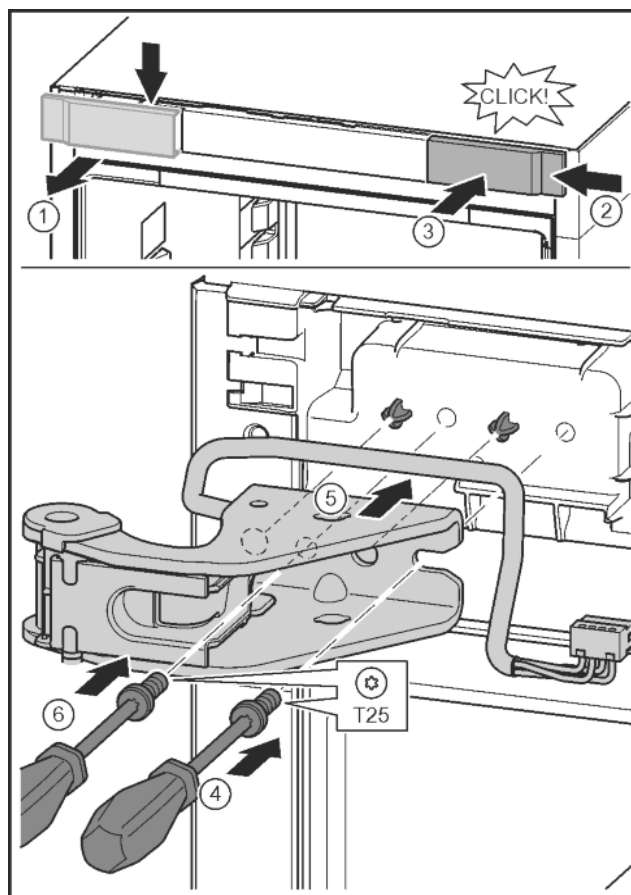

Fig. 27
- ▶ Отпустить крышку и снять скобу. Fig. 27 (1)
- ▶ Навесить крышку, повернув ее на 180°, справа с другой стороны. Fig. 27 (2)
- ▶ Крышку зафиксировать. Fig. 27 (3)
- ▶ Установить винт отверткой T25. Fig. 27 (4)
- ▶ Установить верхний опорный кронштейн. Fig. 27 (5)
- ▶ Затянуть винт. Fig. 27 (4)
- ▶ Вставить и затянуть винт отверткой T25. Fig. 27 (6)